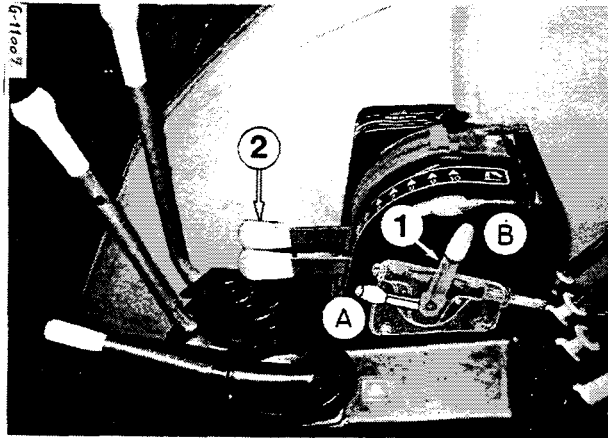

Fig. 30a
- 1 - Mettez le levier (1) Fig. 30a en position (A)
- 2 - Abaissez le crochet avec le levier (2)
- 4 - Relevez le crochet à l'aide du levier (2)